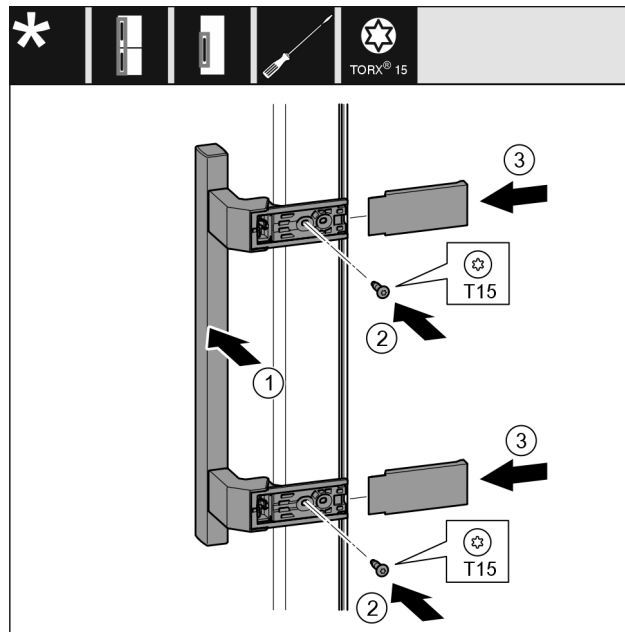

Fig. 22
- ▶ Założyć uchwyt Fig. 22 (1) po przeciwległej stronie.
- ▶ Przykręcić śruby Fig. 22 (2) śrubokrętem.
- ▶ Założyć osłony Fig. 22 (3) z boku i wsunąć.